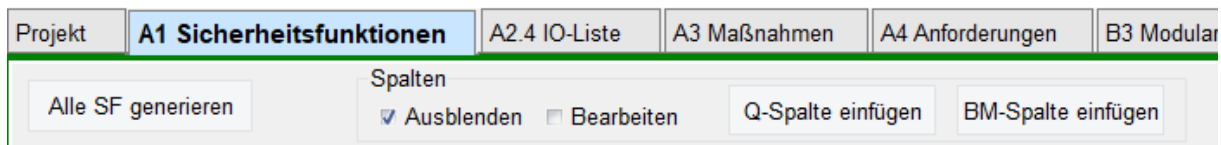

Abbildung 27: Q- und BM-Spalten über Schaltfläche einfügen
In der Registerkarte „A1 Sicherheitsfunktionen“ ist es notwendig eigene Spalten für Quittiereinrichtungen (Q) und Betriebsmittel (BM) hinzufügen zu können. Die Tabelle 13 führt die Befehle des Kontextmenüs ZEILE EINFÜGEN auf welche dafür zur Verfügung stehen. Das Einfügen der Q- und BM-Spalten ist aber auch einfacher mit den Schaltflächen „Q-Spalte einfügen“ und „BM-Spalte einfügen“ im Steuerelement der Registerkarte möglich (siehe Abbildung 27). Beim Einfügen von Q- und BM-Spalten werden die beiden Kopfzellen mit den Texten „[Name]“ und „[BMK]“ (Betriebsmittelkennzeichnung) vorbesetzt. Diese Texte müssen dann durch eigene Texte ersetzt werden. Dazu ist in der Registerkarte das Steuerelement BEARBEITEN im Kasten „Spalten“ zu aktivieren.